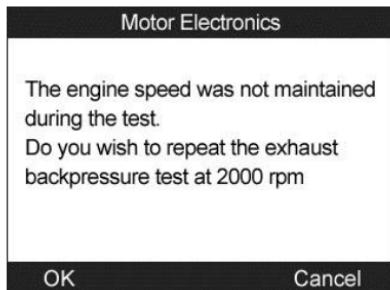

Figura 13.43
- Si el motor no est á a 2000 rpm, el instrumento mostrar á un mensaje de advertencia. (Figura 13.43) Seleccione **OK** para repetir la prueba o seleccione **Cancelar** para salir.